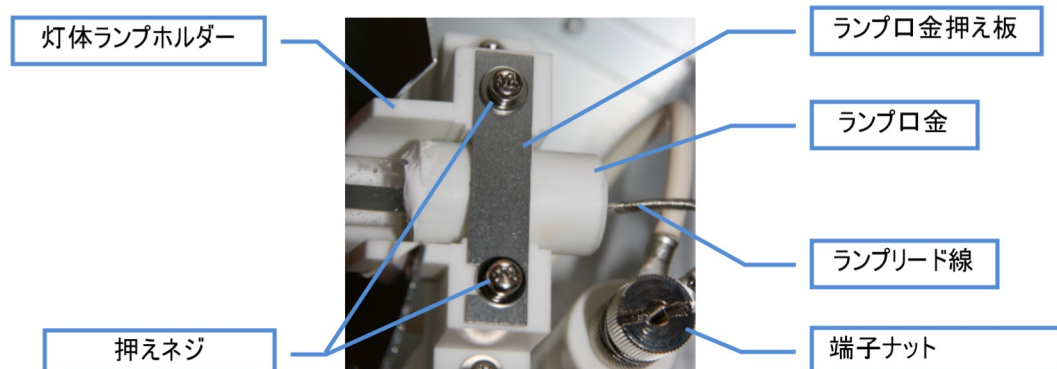

図 6-3 口金部詳細
- ② “ー”ドライバ等を使用して、ランプ両側のランプ端子ナットをはずします。(図 6-3 を参照)
③ ランプホルダーの押えネジをゆるめ、ランプ両側の口金押え板を回転させ灯体からランプを取外します。(図 6-3 を参照)